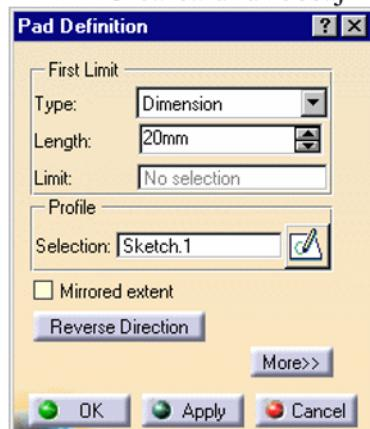

Fig.2. Dialogul de creare a unui bosaj, **Pad Definition**
- În fereastra **Pad Definition** (fig.2) se introduc valorile dorite (de exemplu, lungime de 20mm), bosajul fiind prezentat utilizatorului înainte de a fi creat (optiunea **Preview**);